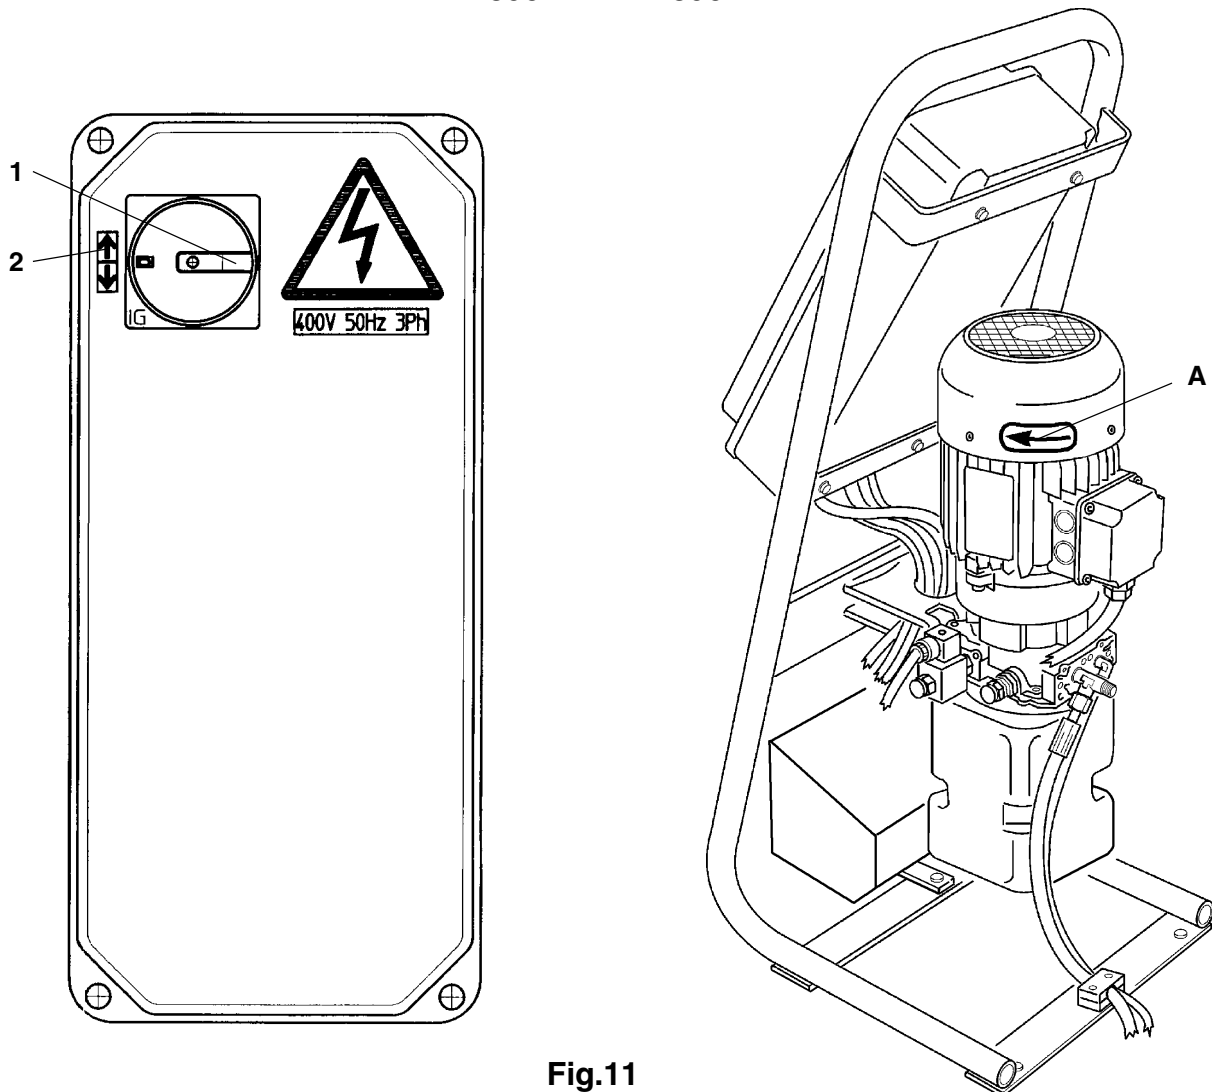

Fig.11
- Passare il cavo di alimentazione attraverso il pressacavo sul fondo del quadro elettrico e collegare i fili alla morsettiera (vedi schema elettrico e fig. 11) rispettando la corrispondenza numerica.
- Mettere in tensione la linea di alimentazione, portare l'interruttore generale (1) in posizione "1"; premere il pulsante di salita (2), controllando che il senso di rotazione del motore sia quello indicato dalla freccia (A) posta sulla calotta dello stesso. Se ciò non si verifica, invertire due fasi nel cavo di alimentazione.
- Slide the supply cable through the cable clamp on the side of the electric panel and connect the wires to the terminal board (see wiring diagrams and fig. 11) matching the numbers.
- Turn on the power supply at the mains. Turn the main switch (1) to "1". Press the up button (2) and check that the direction of rotation of the motor is as shown by the arrow (A) on the motor cover. If not, reverse the two phases of the power supply cable.
- Das Speisekabel unten am Schaltkasten durch die Kabelklemme führen und die Drähte am Klemmbrett unter Beachtung der Numerierung anschließen (siehe Schaltplan und Abb. 11).
- Die Versorgungslinie unter Spannung setzen und den Hauptschalter (1) auf "1" stellen; die Aufwärtstaste (2) drücken, wobei darauf geachtet werden muss, dass die Motordrehrichtung mit der des auf der Haube angebrachten Pfeils (A) übereinstimmt. Sollte dem nicht so sein, die zwei Phasen des Speisekabels vertauschen.
- Enfiler le câble d'alimentation dans le serre-câble situé sur le côté du tableau électrique et raccorder les fils à la barrette de connexion (voir schéma électrique et fig. 11) en respectant la correspondance numérique.
- Mettre la ligne d'alimentation sous tension: mettre l'interrupteur principal (1) sur la position "1"; appuyer sur le poussoir de montée (2) en contrôlant que le sens de rotation du moteur correspond à celui indiqué par la flèche (A) située sur la calotte de ce dernier. Dans le cas contraire, inverser deux phases du câble d'alimentation.
- Pasar el cable de alimentación a través del prensa cable en la parte trasera del cuadro eléctrico y conectar los cables al tablero de bornes (véase esquema eléctrico y fig. 11) respetando la correspondencia numerica.
- Poner en tensión la línea de alimentación, colocar el interruptor general (1) en la posición "1", presionar el pulsador de subida (2), controlando que el sentido de rotación del motor sea aquello indicado por la flecha (A) ubicada en la tapa del motor. Si esto no ocurre, invertir dos fases en el cable de alimentación.